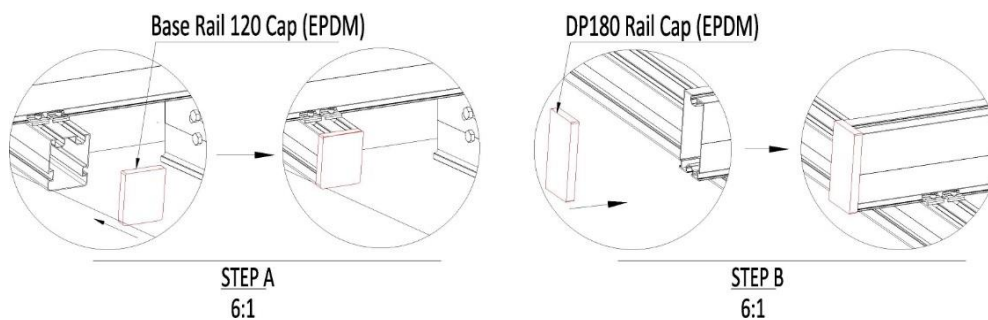

Abbildung 14
1) Bitte beachten Sie Abbildung 14, um die Kappen für alle Schienen zu installieren.
- 2) Montieren Sie das Trapezblech 750-5300 gemäß der Zeichnung von links nach rechts am oberen Teil der DP180-Schiene mit Hilfe der Lehre, wie in Abbildung 14 dargestellt. Jede Dachwelle des Trapezblechs wird mit der Schiene mit 1 Stück Sechskantflansch-Gewindeschraube verbunden.